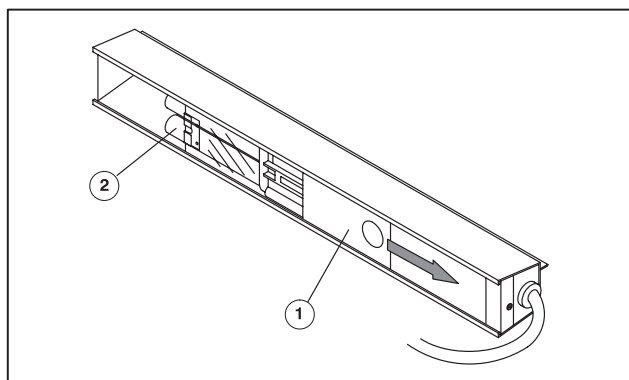

Рис. 8 Светильник самонаклада
- ❺ Крышку (Рис. 8/❶) перед лампой отодвинуть назад по направлению стрелки.
- ❻ Лампу (Рис. 8/❷) осторожно вынуть из патрона.
- ❼ Вставить новую лампу в патрон так, чтобы она оказалась зафиксированной.
- ❽ Крышку (Рис. 8/❶) установить перед лампой.